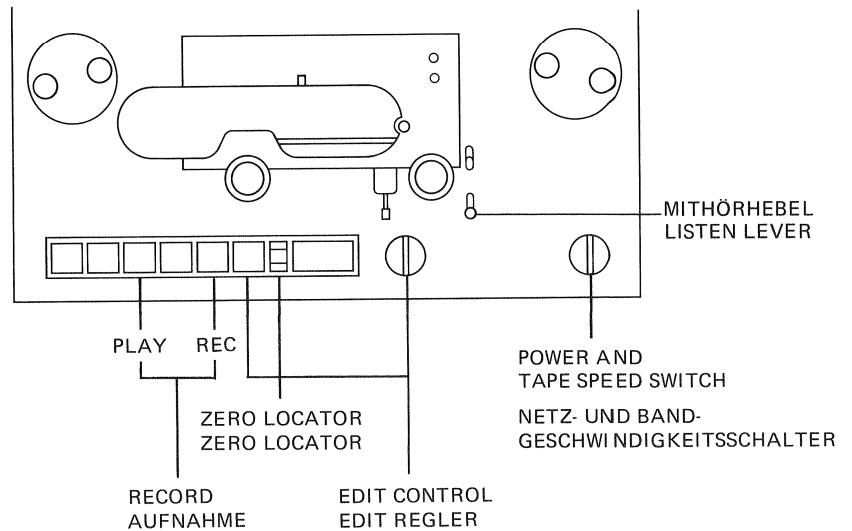

Fig. 1.1.—5
**1.1.6. Operation of keys** (fig. 1.1.—5)
#### Bandzähler (Fig. 1.1.—5)
#### Tape timer (fig. 1.1.—5)